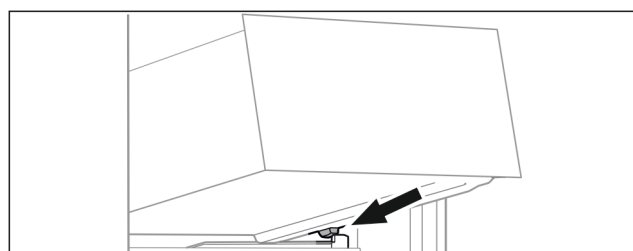

Fig. 139
- ▶ Schubfach schräg hinter den Stopperrn auf Behälterrippe aufsetzen. (siehe Fig. 139)